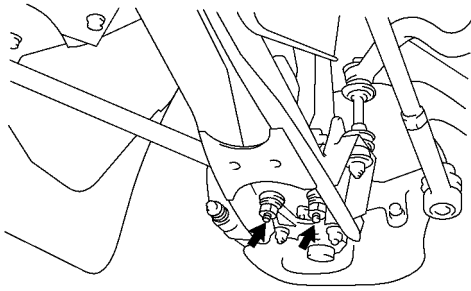

图 14-91 将支承杆连接到下悬架臂上
- 2) 用螺栓和螺母将支承杆连接到下悬架臂上，如图 14-91 所示。